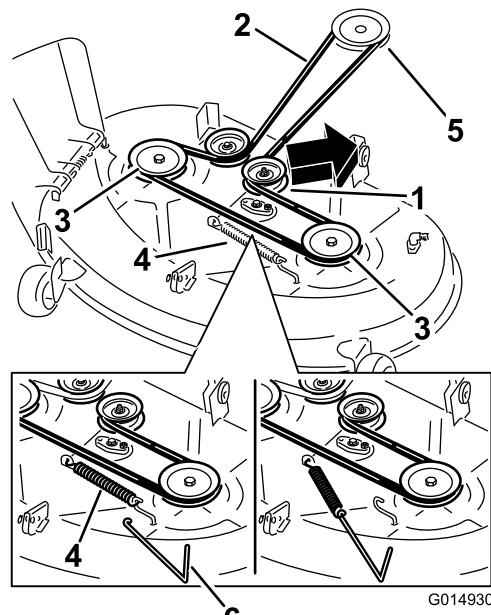

Figure 57
4. À l'aide d'un outil de dépose de ressort, décrochez le ressort du crochet sur le tablier pour éliminer la tension sur la poulie de tension, et déchaussez la courroie des poulies (Figure 57).
5. Acheminez la courroie neuve autour de la poulie du moteur et des poulies du tablier de coupe (Figure 57).
6. À l'aide d'un outil de dépose de ressort, accrochez le ressort au crochet situé sur le tablier pour tendre la poulie de tension et la courroie du tablier de coupe (Figure 57).